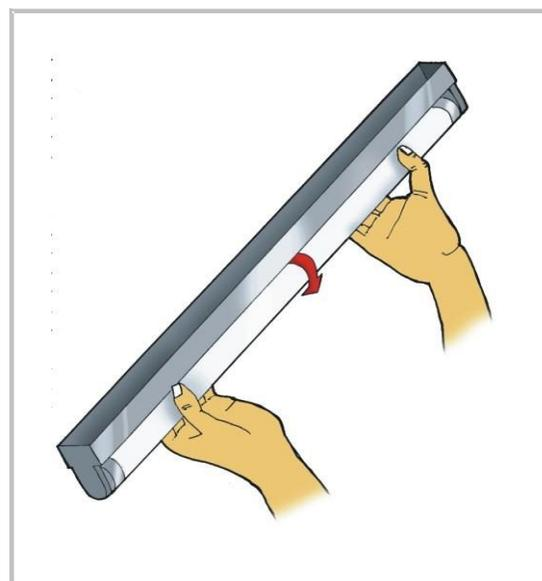

Fig. 6
- Si el tubo alumbrá débilmente debe estar gastado, proceder a cambiarlos. Si la avería continúa, probablemente el transformador esté malogrado y deberá también ser cambiado. Tener cuidado en ajustar bien los cables de energía (Fig.6).